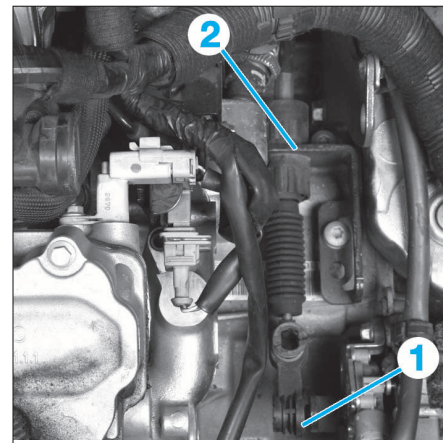

FIG. 21
- la rotule du câble de commande (1) (Fig.21) à l'aide de l'outil [1].